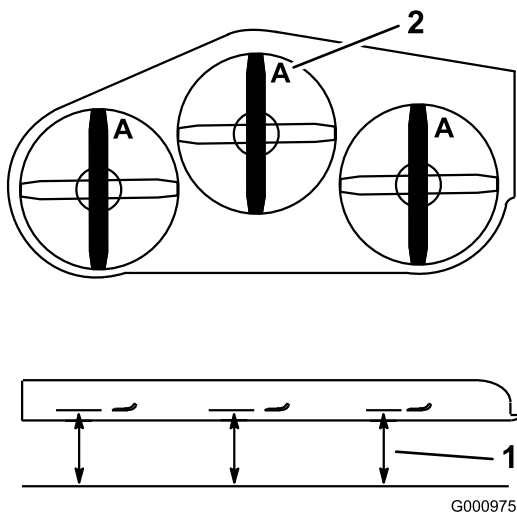

Bild 79
2. Messen Sie von einer ebenen Fläche bis zu den Schnittkante (Stellung A) der Messer (Bild 79).